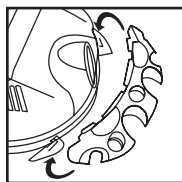

FIGURE 8
8. Placez-vous derrière l'appareil. Saisissez le porte-outils et positionnez-le avec les ongles face au dos de l'appareil. **FIGURE 8.**